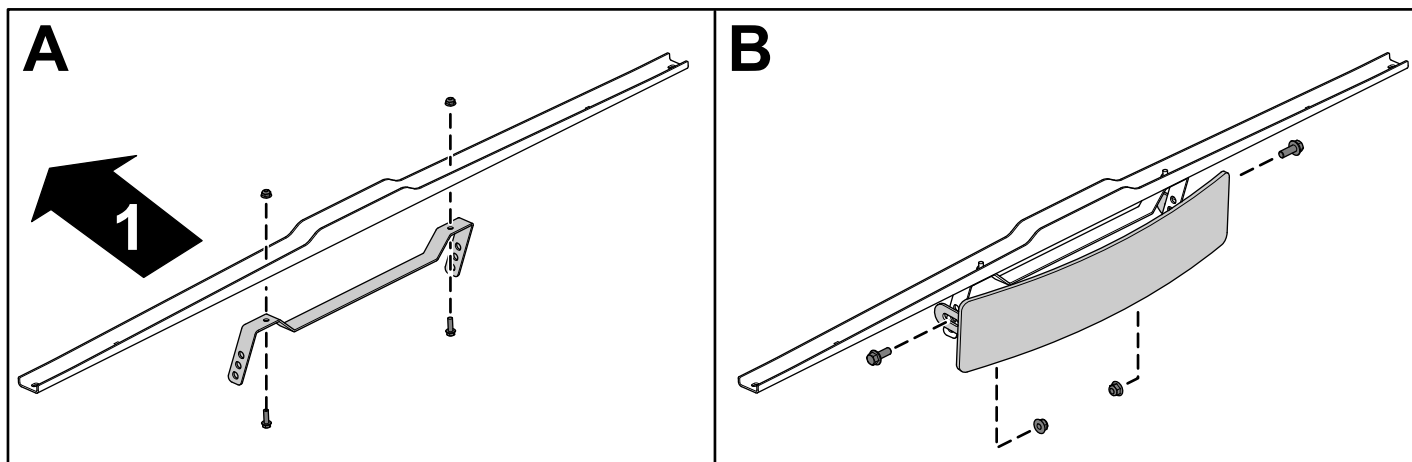

Figure 2
1. Fixez le rétroviseur au support d'abri à l'aide de 2 boulons mécanique ($\frac{1}{4} \times \frac{3}{4}$ po) et de 2 écrous à embase ($\frac{1}{4}$ po), comme montré en A sur la Figure 2.
2. Fixez le rétroviseur grand angle sur son support à l'aide des 2 boulons à embase ($\frac{3}{8} \times 1$ po) et 2 contre-écrous ($\frac{3}{8}$ po), comme montré en B sur la Figure 2.